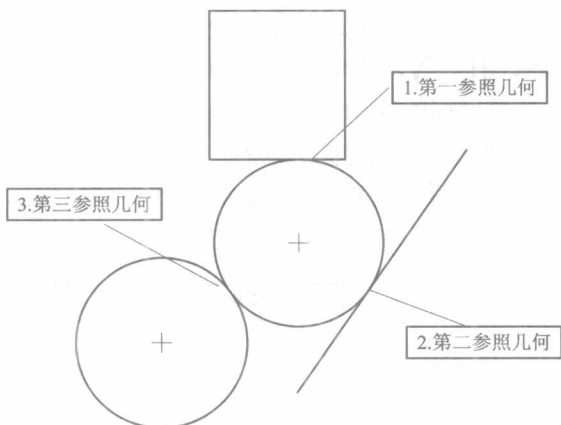

图 2-7 草绘三点相切圆
(4) 三点相切方式：单击草绘三点相切圆图标 ，使用鼠标分别单击三个与草绘圆相切的参照几何，系统会根据单击参照几何的位置，确定出圆心和半径，草绘出三点相切圆，如图 2-7 所示。